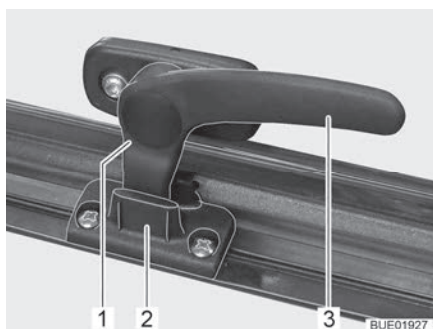

Fig. 21 Levier de verrouillage en position "Aération permanente"
- En position "Aération permanente" (Fig. 21)
- Tourner le levier de verrouillage (Fig. 21,3) d'un quart de tour vers le centre de la fenêtre.
- Tourner le levier de verrouillage d'un quart de tour vers le cadre de la fenêtre. Le tenon de verrouillage (Fig. 21,1) doit pénétrer alors dans le logement prévu à cet effet dans le verrouillage de fenêtre (Fig. 21,2).